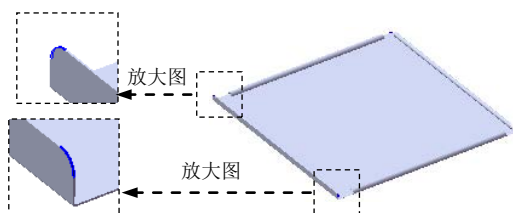

图 17.11.45 创建断开一边角 1
Step12. 创建图 17.11.45 所示的钣金特征——断开一边角 1。